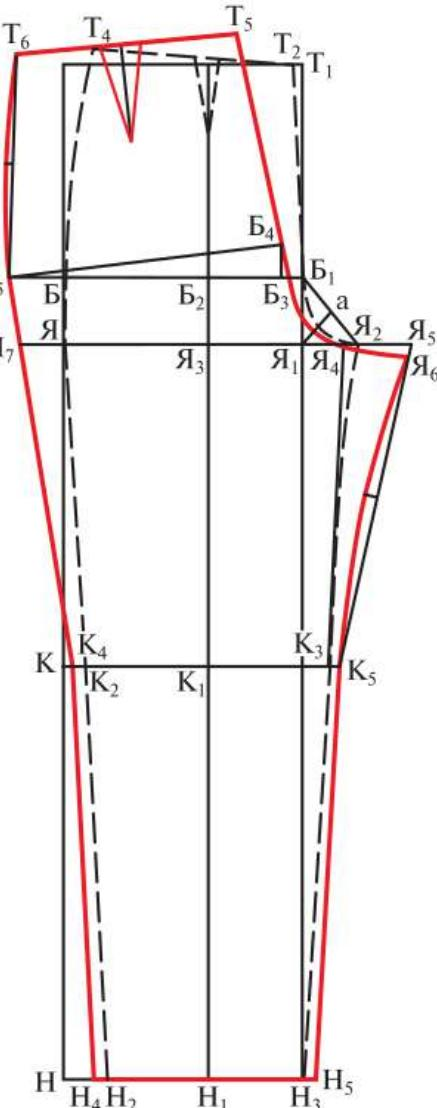

Рис. 6.53. Построение задней половинки брюк
1. Построение линии низа (рис. 6.53). Ширину по линии низа отложите симметрично влево и вправо от линии сгиба.
5. Проведите линию талии, соединив точки Т₅ и Т₆ (рис. 6.53).